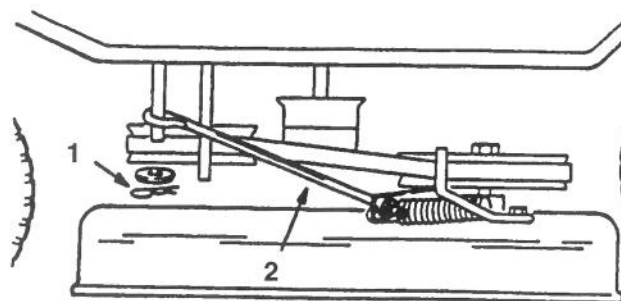

Bild 45
9. Die Messerbalkenkontrollstange in den Kontrollarm einführen und mit Unterlegscheibe und Splint absichern (Bild 45).
1. Den neuen Treibriemen um die Messerbalkenlaufscheibe und durch beide Riemenführungen führen (Bild 45).
2. Die Riemenführungen so einstellen, daß sie sich ca. 3mm von der Laufscheibe entfernt befinden, dann die Befestigungsschrauben festziehen (Bild 45).